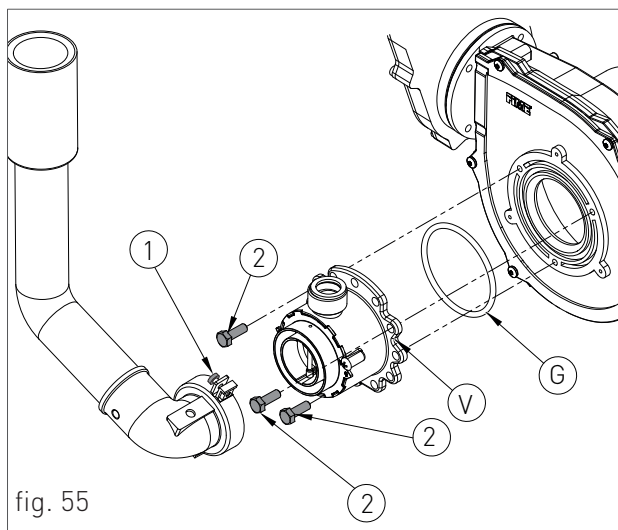
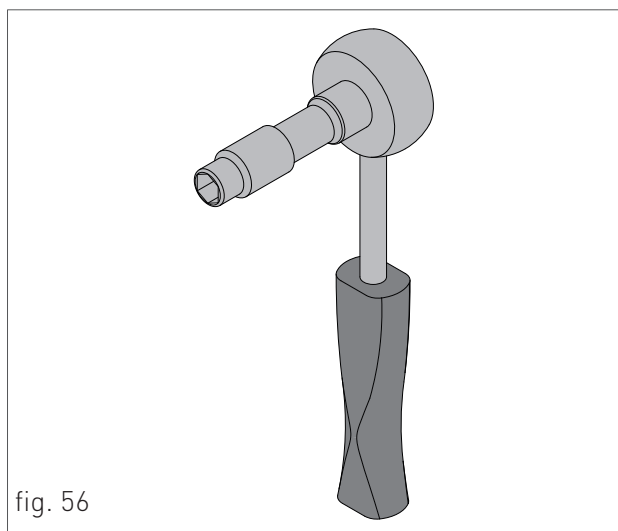

fig. 55
fig. 56
- › desserrer les deux vis '1' (fig. 55) du collier de fixation et retirer le tuyau d'aspiration de l'air ;
- › dévisser les trois vis de fixation '2' (fig. 55) du venturi 'V' (fig. 55) à l'aide d'une clé de 10 comme indiqué à la figure 56 ;
- › remonter les composants en suivant les opérations de démontage dans le sens inverse en veillant à ce que le joint 'G' soit remonté comme indiqué à la fig. 55;